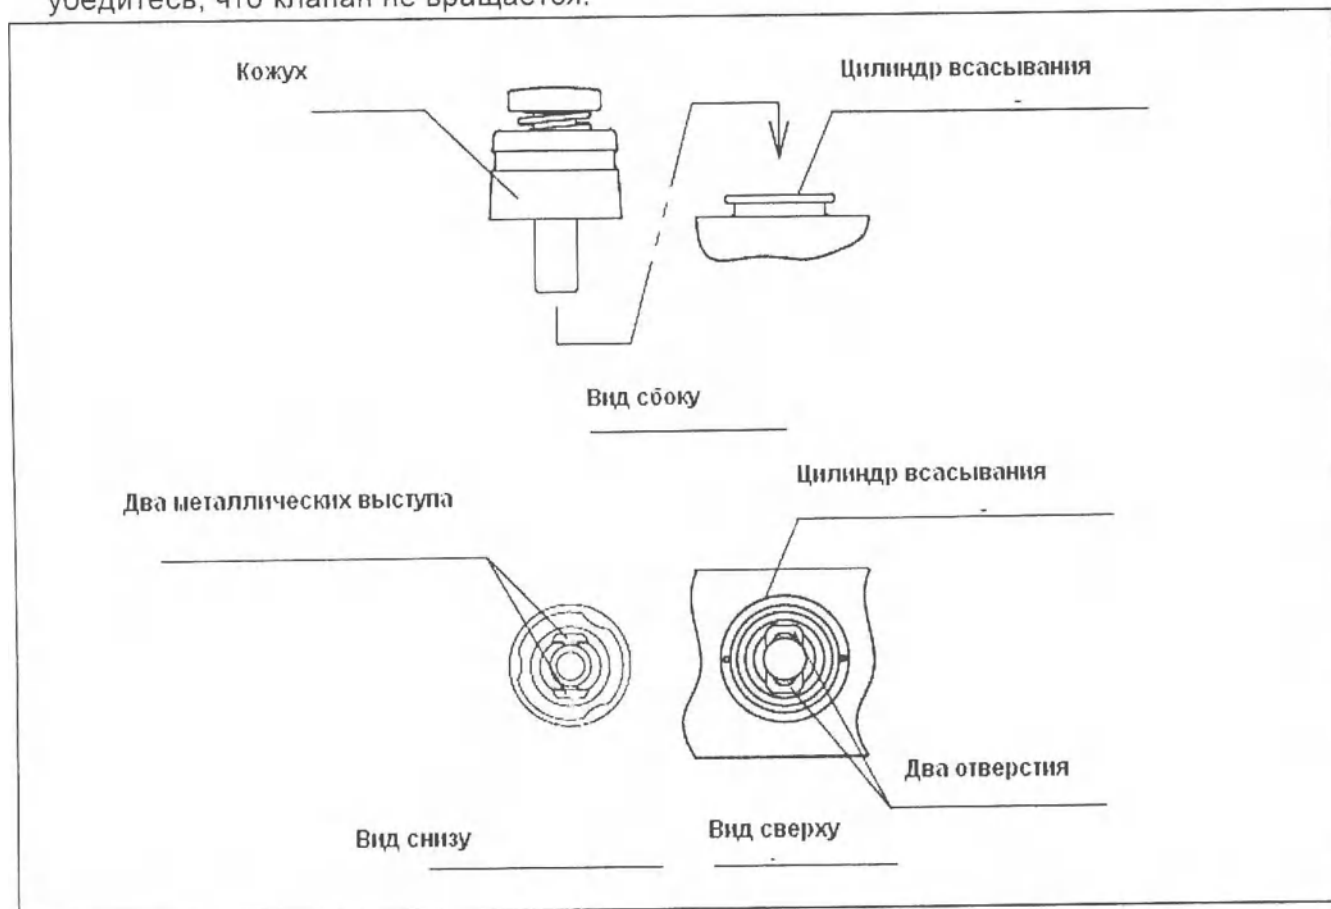

Рисунок 3.12
2. Закрепите клапан всасывания к цилиндру всасывания эндоскопа (смотрите Рисунок 3.12 и 3.13). Убедитесь, что клапан правильно прилегает, не искривляя кожух. Также убедитесь, что клапан не вращается.